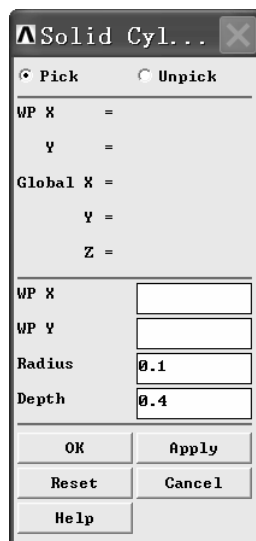
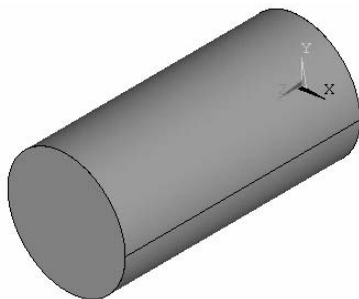

图 2-95 “Solid Cyl...”窗口(1)
图 2-96 生成一个圆柱体
(1) 依次选择 Main Menu>Preprocessor>Modeling>Create>Volumes>Cylinder>Solid Cylinder, 弹出“Solid Cyl...”窗口(见图 2-95)。在“Radius”后输入“0.1”，在“Depth”后输入“0.4”。再单击“Apply”按钮，生成一个圆柱体(见图 2-96)，同时再次弹出“Solid Cyl...”窗口。